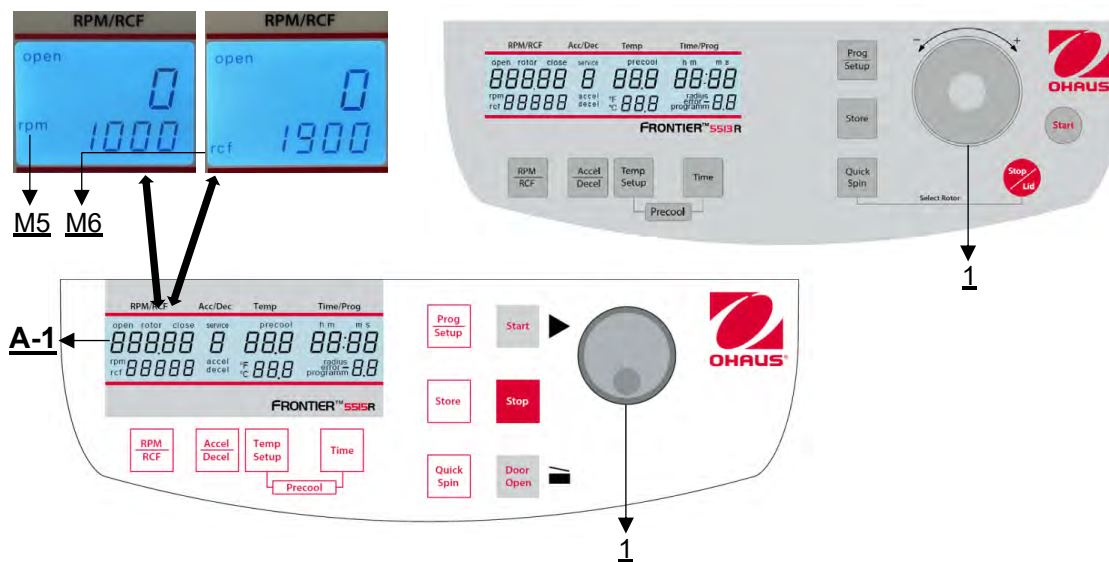

Figure 12
La présélection est activée par la touche "**RPM | RCF**" (3) (voir **figure 12**). En appuyant une fois sur la touche, le mot "**rpm**" (M5) clignote. En appuyant deux fois sur la touche, la présélection des forces centrifuges peut être sélectionnée. Le mot clignotant "**rcf**" (M6) apparaît alors. Vous pouvez régler les valeurs souhaitées à l'aide du bouton de réglage / de la roue tactile (1). Sur l'écran (A-1), la valeur réglée est affichée en permanence, avant, pendant et après la course.